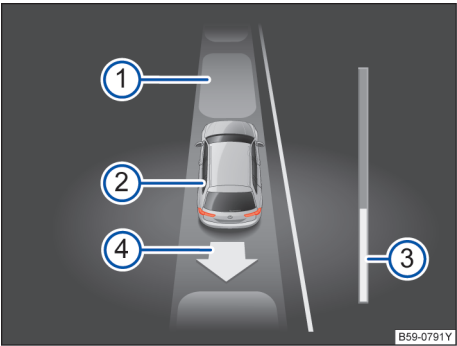

图 174 在组合仪表的显示器中：与车道平行的驶出
→ 图 174 的图例：
9.	进度条→ 图 174 ③ 表示待行驶距离→ 第 178 页。